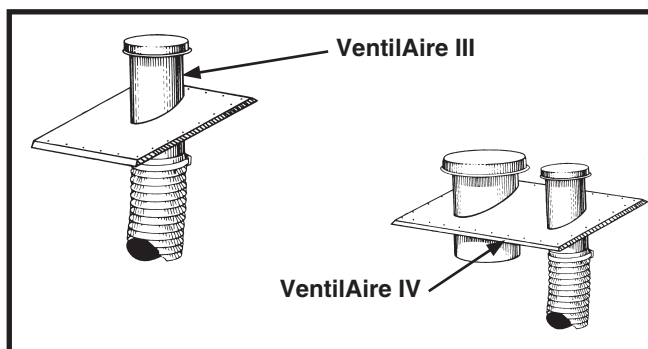

Figure 5. VentilAire III et IV
Les ensembles accessoires de qualité de l'air VentilAire sont offerts pour vous aider à répondre aux exigences de la norme H.U.D., partie 3280.103 (b) (2). Ces ensembles font entrer l'air extérieur dans l'espace habitable lorsque le souffleur de la fournaise est en marche. Le VentilAire IV sert également à évacuer l'humidité et l'air chaud du comble. Consultez la Figure 5 pour une installation typique. Les directives d'installation complètes sont fournies avec chaque ensemble de qualité de l'air.